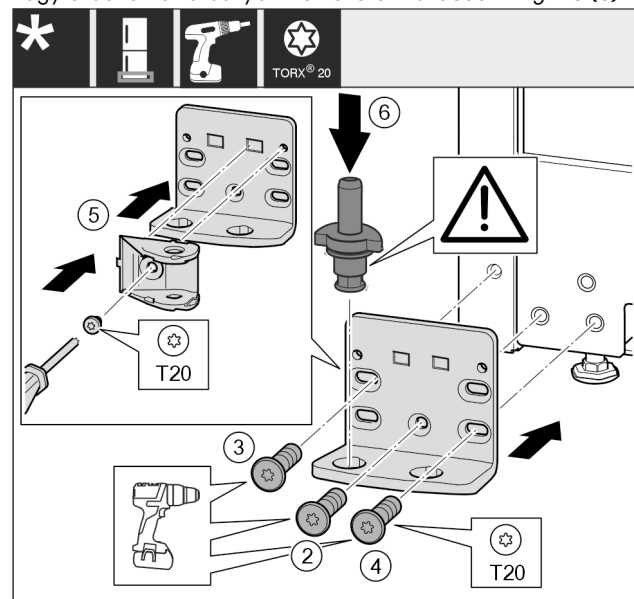

Fig. 26
- ▶ Helyezze fel a csapágybakot a másik oldalra, és húzza meg T20 csavarhúzóval. Alul közepén a 2 számmal jelölt csavarral kezdjen. Fig. 26 (2)
- ▶ Húzza meg a 3 és 4 számmal jelölt csavart. Fig. 26 (3,4)
- ▶ Fordítsa el 180°-kal a záráscsillapítót. Csavarozza fel a T20 csavarhúzóval a csapágybak másik oldalára. Fig. 26 (5)
- ▶ Helyezze be teljesen a csapszeget. Közben ügyeljen arra, hogy a bekattanó bütyök hátrafelé mutasson. Fig. 26 (6)